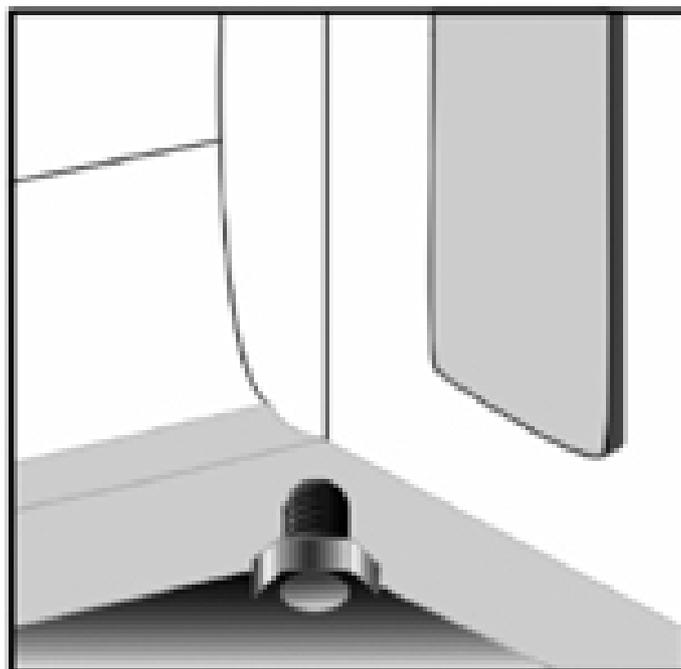

Figure 11
*Réglage des pieds: Il est important de procéder au réglage des pieds pour que la cuisinière soit de niveau. Mettez en place la cuisinière, positionnez un niveau sur la cuisinière et régler au moyen de pieds sous la cuisinière (Figure 11)*